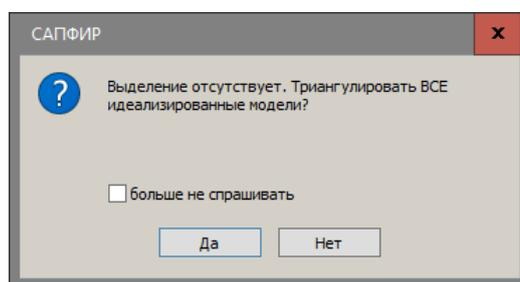

Рис.15.42. Диалоговое окно **САПФИР**
- В открывшемся диалоговом окне **САПФИР** (рис.15.42) щелкните по кнопке **Да**.